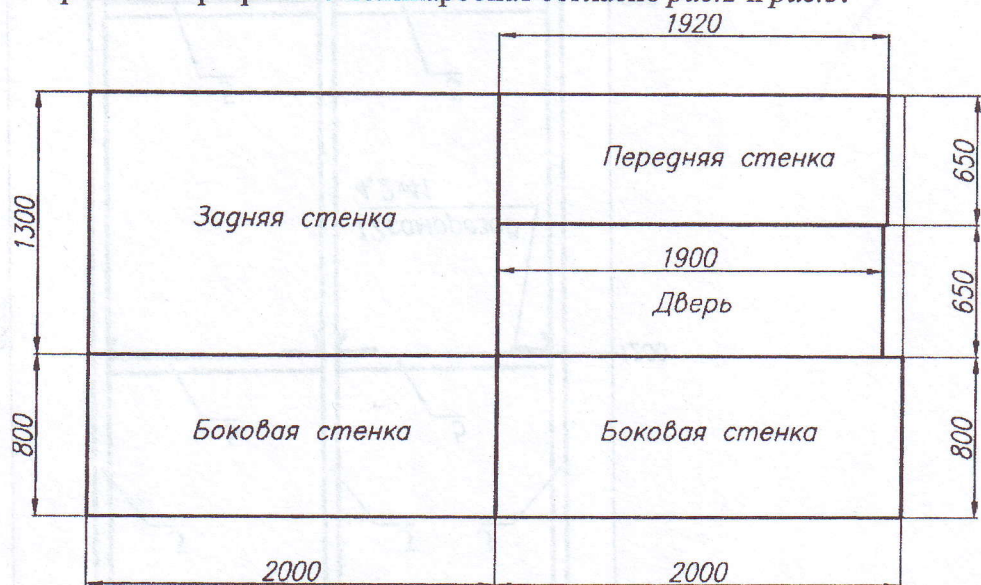
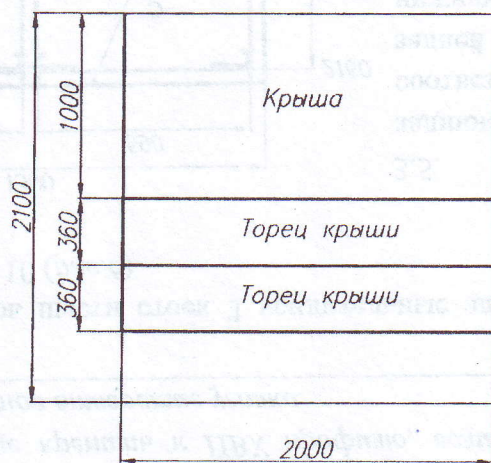

Рис.2
Рис.3
3.2. Разметьте листы сотового поликарбоната, сделайте маркером пометки сторон с защитным покрытием и разрежьте поликарбонат согласно рис.2 и рис.3.